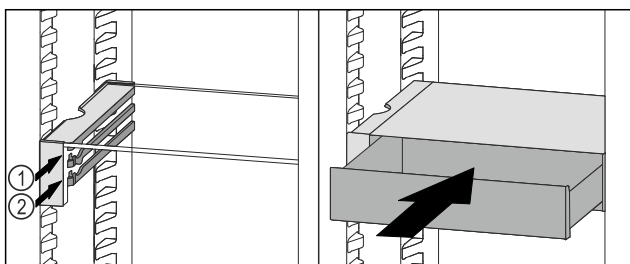

Fig. 106
- ▶ Placera VarioSafe-lådan bakom stoppklackarna på önskad list Fig. 106 (1) eller Fig. 106 (2).